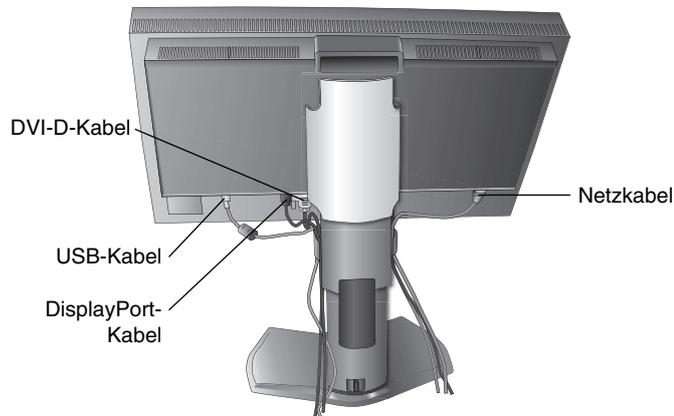
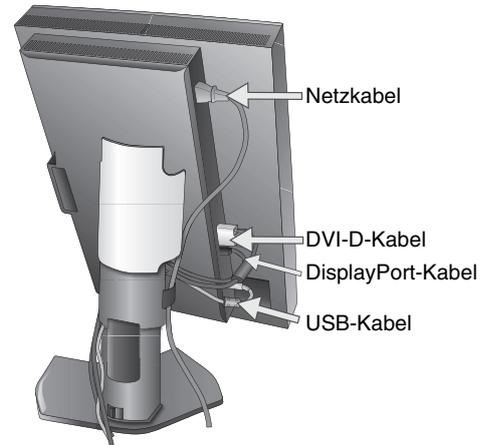

Abbildung C.2
Abbildung C.3
5. Verlegen Sie die Kabel durch die Kabelführung im Fuß, um diese ordentlich zu bündeln. Führen Sie die Kabel sicher und gleichmäßig in die Halterungen ein (**Abbildung C.2** und **Abbildung C.3**).